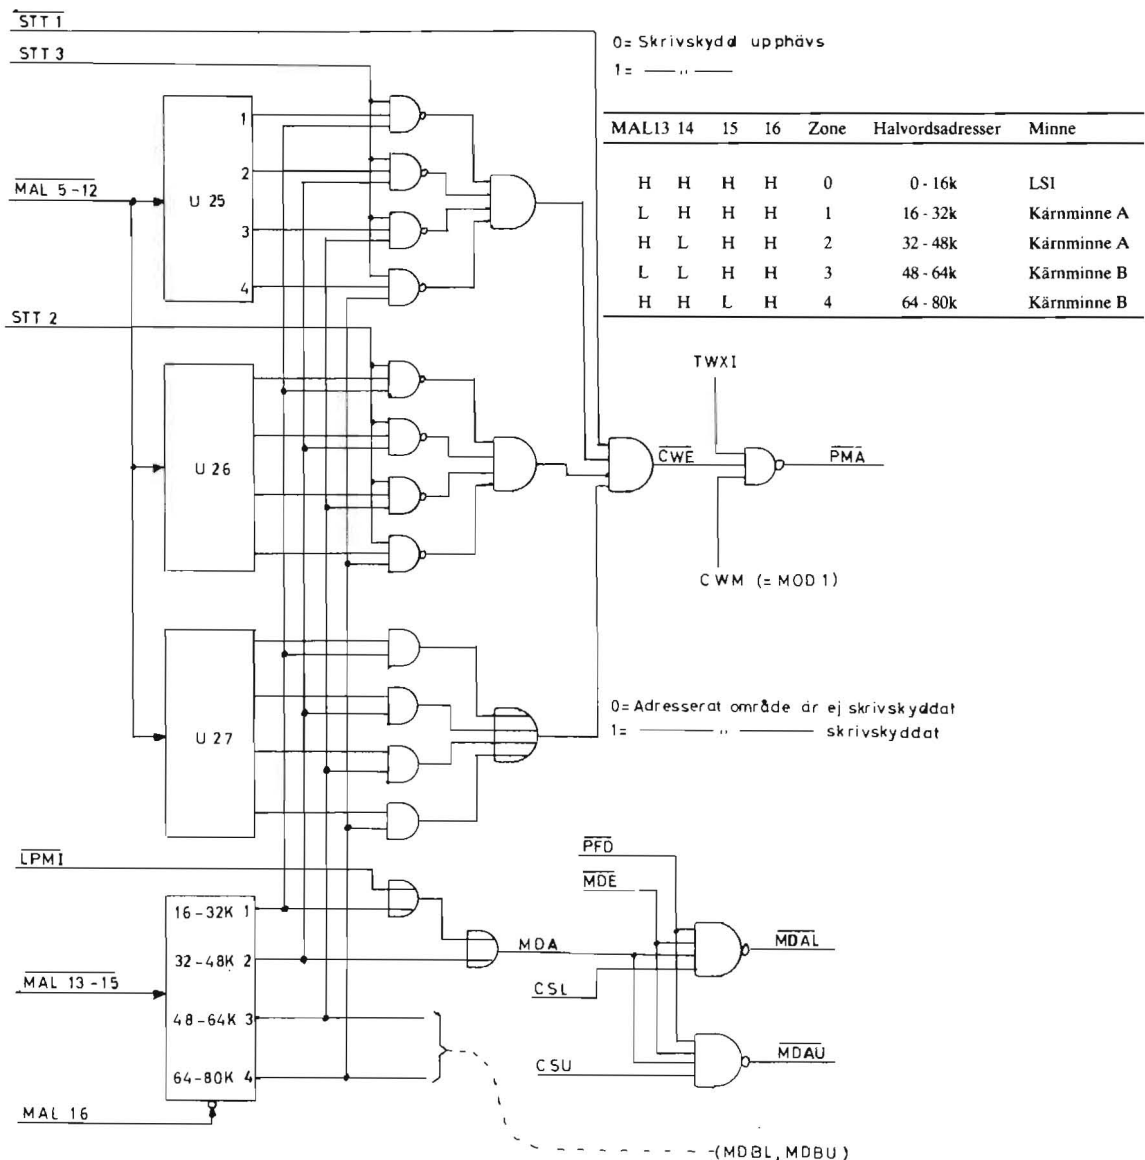

Bild 27. Skrivskydd och adresskodning
Alla minnesplatser i kärnminnet kan skrivskyddas. Detta sker i block om 32 helord. Programmeringen av ett PROM (U27) i minnets styrenhet bestämmer vilka block som är skrivskyddade, se bild 27. För att ändra de skrivskyddade områdena måste PROM U27 bytas. Signalen PMA (Protected Memory Address) sätts till 1 av minnets styrenhet, när signalen IP (Initiate Pulse) anländer samtidigt som moden är "Clear-Write" och adressbitarna pekar på ett skrivskyddat område.
- STT 2 (Store Test 2) och STT 3 (Store Test 3) möjliggör skrivning i de områden som programmerats in i två PROM (U26 resp U25) i minnets styrenhet då de är satta till logisk etta, se bild 27. Programmeringen är individuell för varje signal och har en upplösning på 32 helord. STT 2 sätts av programvaran och STT 3 sätts av yttre enheter.